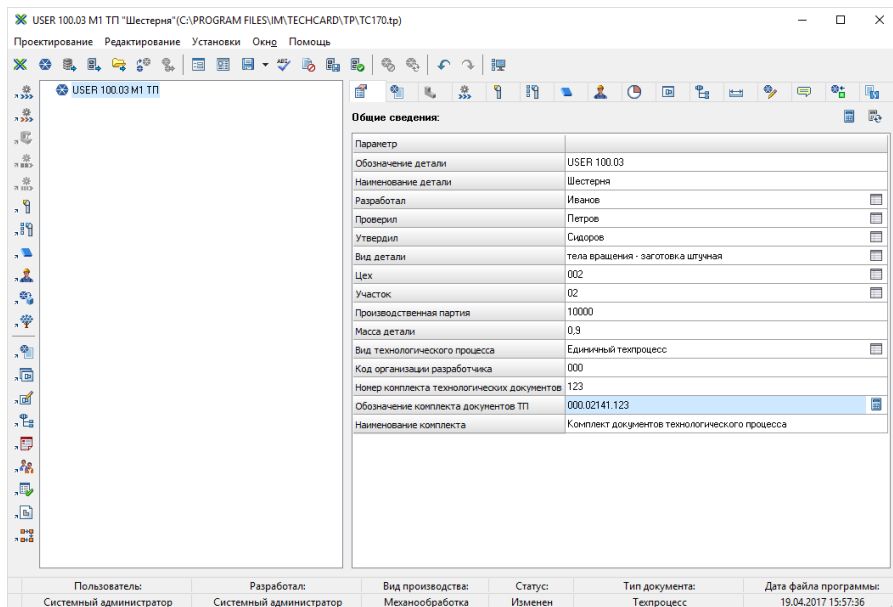

Рисунок 5.7 – Вікно редагування техпроцесу
В **Главном окне Techcard** виконайте подвійне клацання по *USER N.03 M1 ТП*, в результаті чого завантажиться вікно редагування ТП (рис. 5.7).
Аналогічно заповнюються поля **Цех** і **Участок**. **Код организации разработчика** (ЗНТУ) і **Номер комплекта технологических документов** (123) вводяться з клавіатури. Для заповнення полю **Обозначение комплекта документов ТП** натисніть кнопку  **Расчёт** (рис. 5.7).